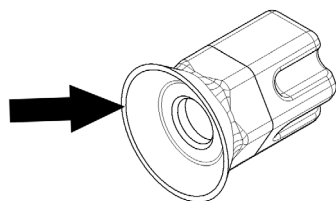

figure 13
**2 Tous les mois** : vérifier l'usure de la garniture du joint hexagonal. S'il est usé, remplacer le joint par une pièce de rechange d'origine fournie par le fabricant (voir figure 13).